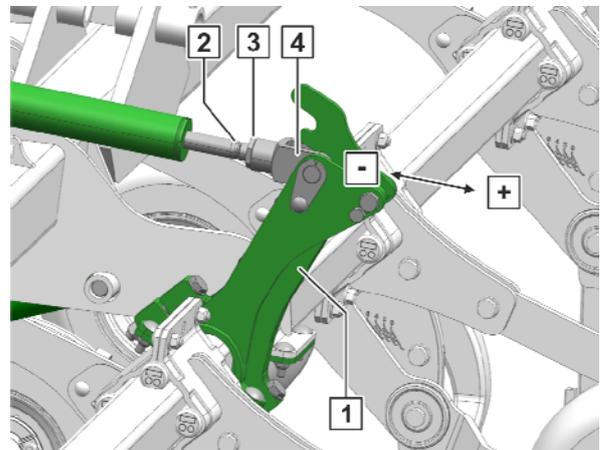

Fig. 185
1. Desserrer le contre-écrou (Fig. 185/3).